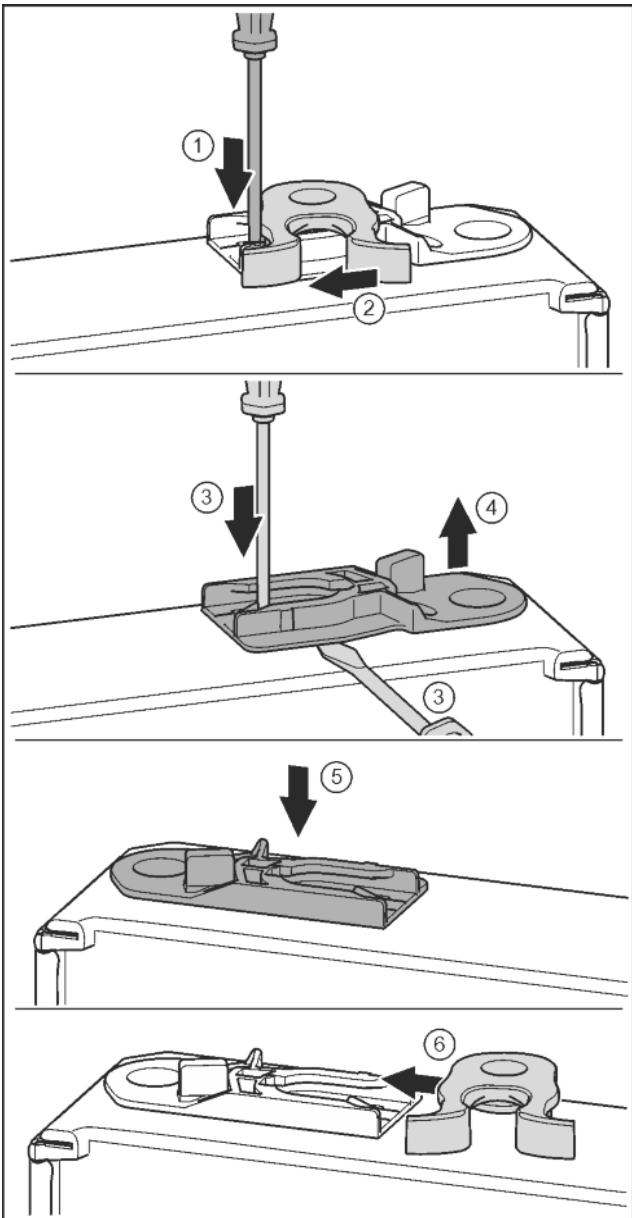

Fig. 18
- Нажать накладку шлицевой отверткой вниз. Fig. 18 (1)
- Запорный крючок вывести из направляющей. Fig. 18 (2)
- Извлечь направляющее гнездо: нажать накладку шлицевой отверткой и одновременно переместить ее шлицевой отверткой под направляющее гнездо. Fig. 18 (3, 4)
- Прилагаемое при поставке направляющее гнездо вставить на другой стороне корпуса. Fig. 18 (5)
- Запорный крючок вставить в направляющую. Fig. 18 (6)